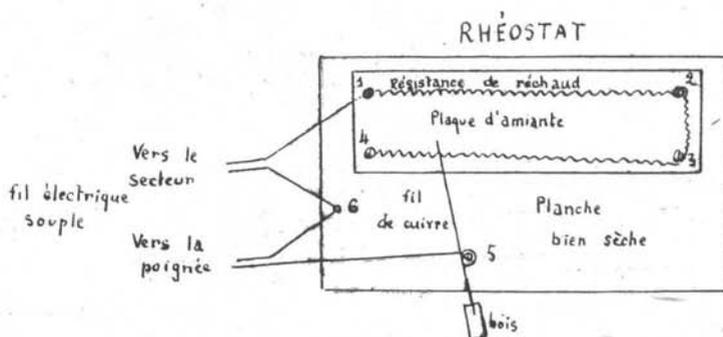

Fig. 20
**Rhéostat Poupinel.** — Sur une planchette de bois bien sec (30 cm. x 20 cm.), fixer quatre longues vis de 5 cm. (n° 1, 2, 3, 4) à peine enfoncées et traversant une plaque d'amiante surélevée de la planchette par deux cales de bois. Sur cette plaque d'amiante est posée autour des vis une résistance de réchaud électrique de 300 ou 500 watts. Cette résistance est fixée aux vis 1 et 4. En 5 est fixée une autre vis ceinturée vers le haut d'un fil de fer. Entre cette ceinture et la vis passe un fil de cuivre 14 ou 16/10 de mm., bouclé et muni d'une petite poignée en bois. Ce fil peut tourner de la vis 5 et appuyer sur la résistance entre 3 et 4. Il forme ainsi la prise du rhéostat (chauffage doux vers 4, fort vers 3). (fig. 20, 21 et 22.)